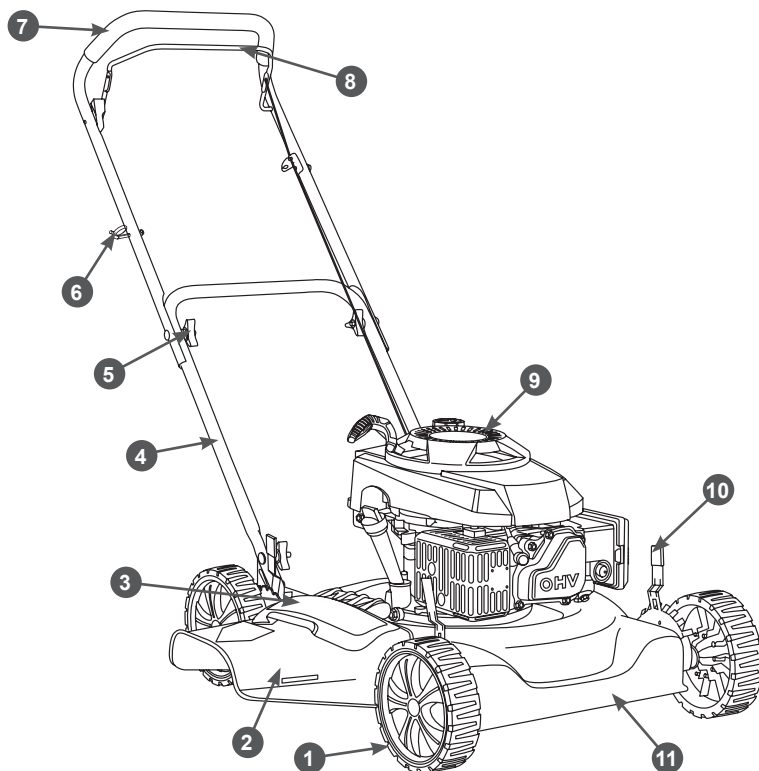
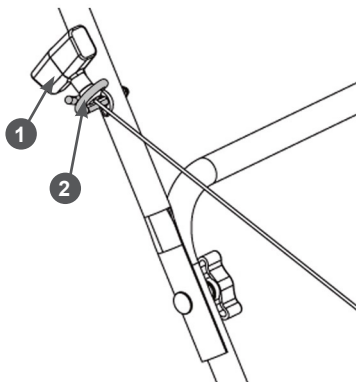

Рис. 1 Основные узлы и органы управления газонокосилки
Рис. 7 Крепление ручки стартера на рукоятке
Расположение основных узлов и органов управления показано на Рис. 1, 2.
7. Закрепите ручку стартера на кронштейне 6 (Рис. 1). Для этого нажмите рычаг 8 останова двигателя (Рис. 1) и медленно потяните за ручку стартера, чтобы вытянуть шнур из корпуса стартера на требуемую длину. Затем пропустите шнур стартера через витки кронштейна и отпустите ручку стартера. Ручка стартера должна зафиксироваться на кронштейне, как показано на Рис. 7.